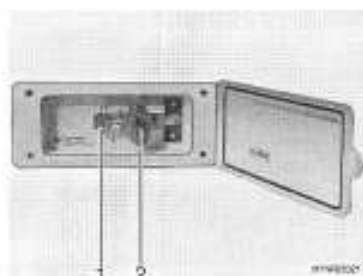

Fig. 108 Raccordement externe de gaz avec robinet d'arrêt de gaz fermé
Le raccordement externe de gaz (Fig. 108) se trouve, selon les modèles, à l'arrière ou sur le côté gauche du véhicule.
- Raccorder l'appareil à gaz externe sur le raccord (Fig. 108,1).
- Ouvrir le robinet d'arrêt de gaz (Fig. 108,2).